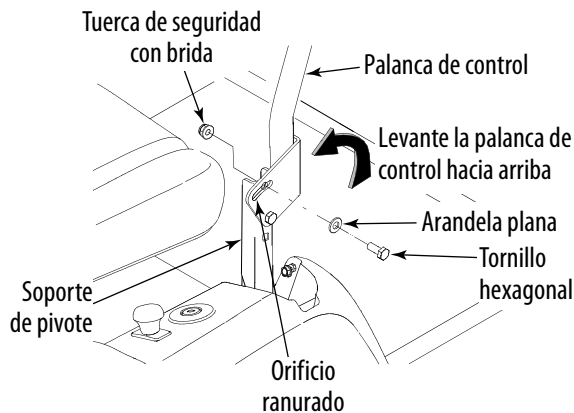

Figura 3-3
2. Levante y gire esa palanca de control hacia arriba hasta que el orificio ranurado del soporte de la palanca se alinee con uno de los orificios del soporte de pivote. Vea la Figura 3-3.
- Deslice la arandela plana hacia el tornillo hexagonal. Desde afuera, inserte el tornillo hexagonal con arandela a través de la ranura de la palanca de control y el orificio del soporte de pivote. Fije con la tuerca de seguridad con brida. Vea la Figura 3-3.